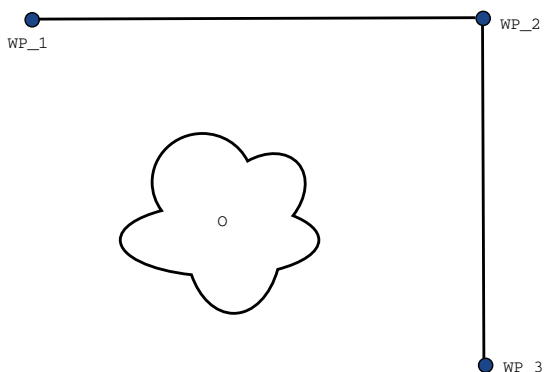

Figura 14.2: WP\_1: poziția inițială, WP\_2: punct via, WP\_3: poziție ridicare, O: obstacol.
**Exemplu** Luați ca exemplu o aplicație de ridicare și plasare (vezi figura 14.2), unde robotul se află momentan la punctul de trecere 1 (WP\_1), și trebuie să ridice un obiect la punctul de trecere 3 (WP\_3). Pentru a evita coliziunile cu obiectul și alte obstacole (O), robotul trebuie să